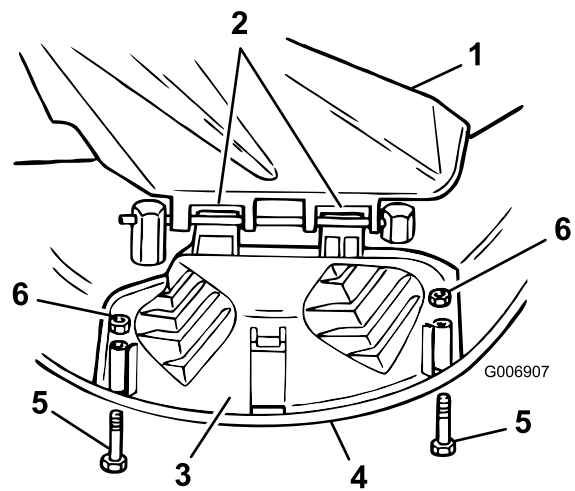

Bild 15
3. Drehen Sie die Auswurfkanalabdeckung über die Öffnung und auf die untere Lippe des Mähwerks herunter (Bild 15).
4. Befestigen Sie die Auswurfkanalabdeckung mit Schrauben und Muttern an der unteren Lippe des Mähwerks (Bild 15).